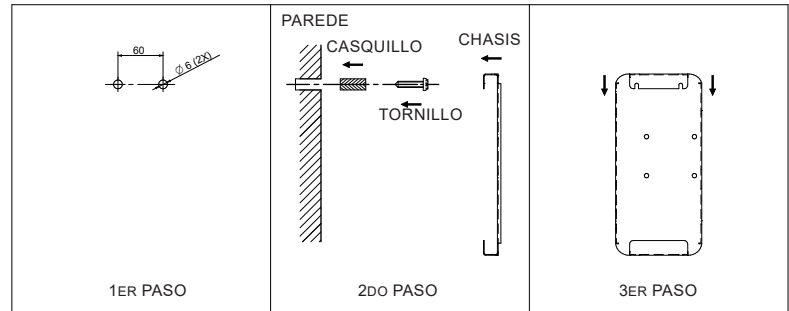

Figura 17
1. Elija un lugar donde no haya incidencia de luz solar sobre el módulo de potencia del Generador de Cloro **EASYCLOR PRO**, pues la acción de los rayos ultravioleta (UV) pueden causar manchas en el equipo. Por tratarse de un aparato electrónico también deberá estar protegido de la lluvia, preste atención si el lugar de instalación cuenta con un buen sistema de recirculación de aire evitando sobrecalentamiento del equipo.
3. Para fijar el módulo de potencia, el instalador debe hacer utilizar el juego de tornillos que acompaña al equipo, para ello se deben perforar dos agujeros de 6 mm a una distancia de 60 mm entre ellos, como se muestra en la figura 17.